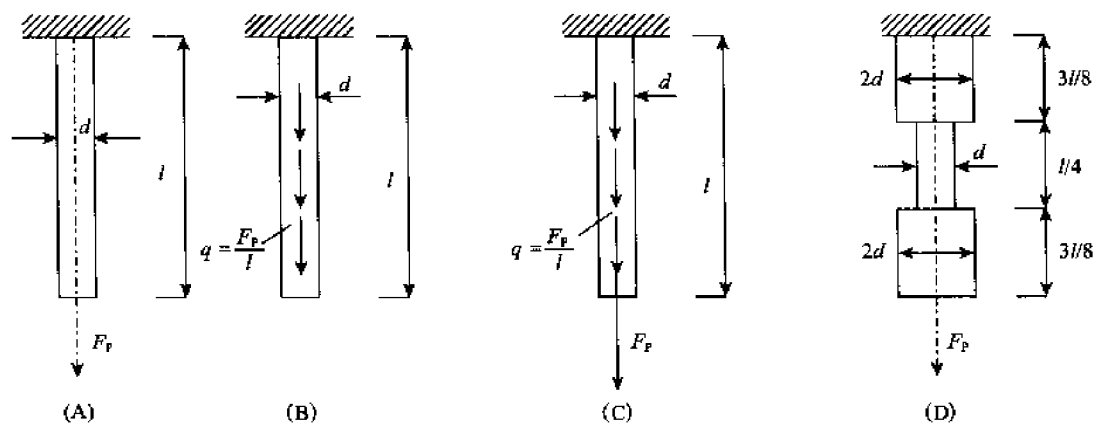

图 9-30
5. 图 9-30 所示四杆, 材料相同, 尺寸及载荷如图所示。